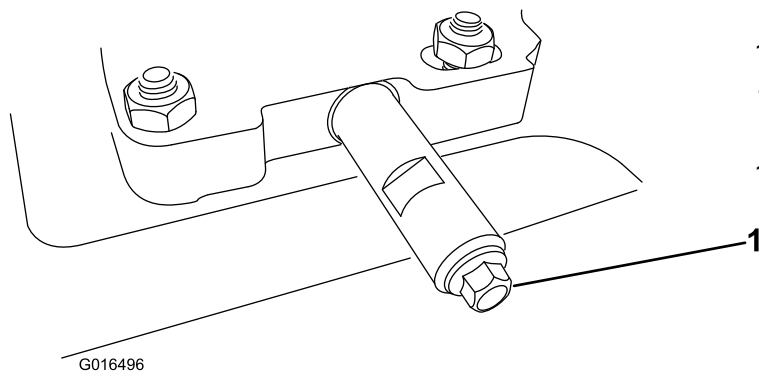

Рисунок 30
- Очистите поверхность вокруг гайки отверстия слива масла (Рисунок 30).